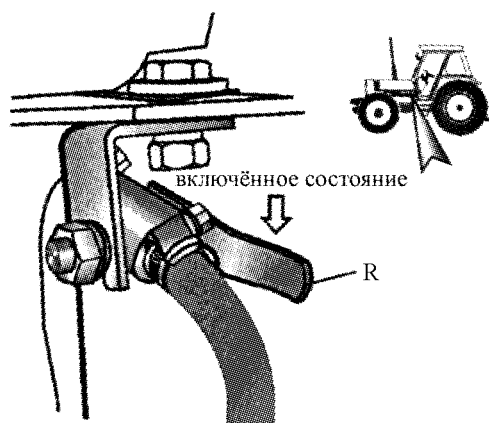

Рис. 4 – 6 Вентиль топливной линии
③ Переместите рычаг управления главной коробкой передач 13, рукоятку управления сцеплением ВОМ 9, рукоятку управления ВОМ 5, рукоятку управления передним ведущим мостом 6 в нейтральное положение и рукоятку управления подъёмником 8 в положение опускания (см. Рис. 4 – 1).